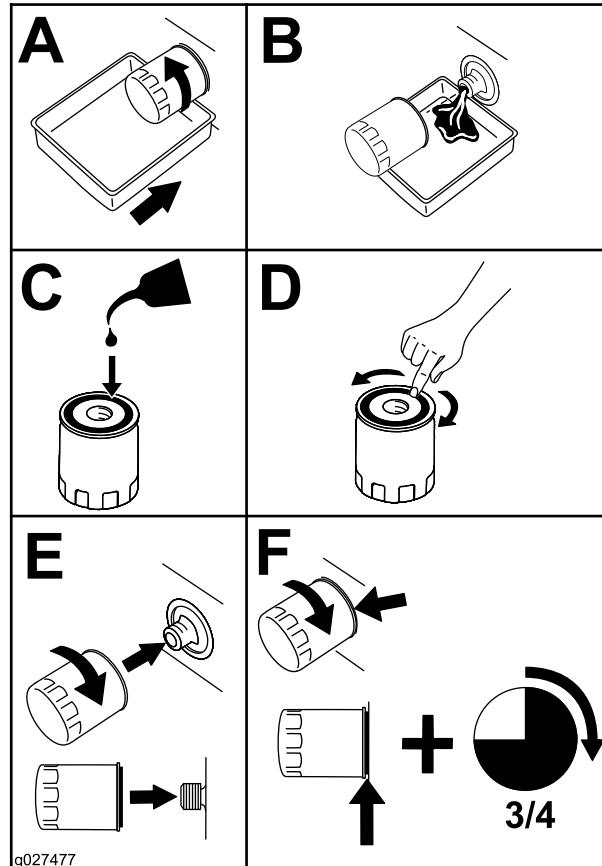

Bild 64
2. Wechseln Sie den MotorölfILTER (Bild 64).